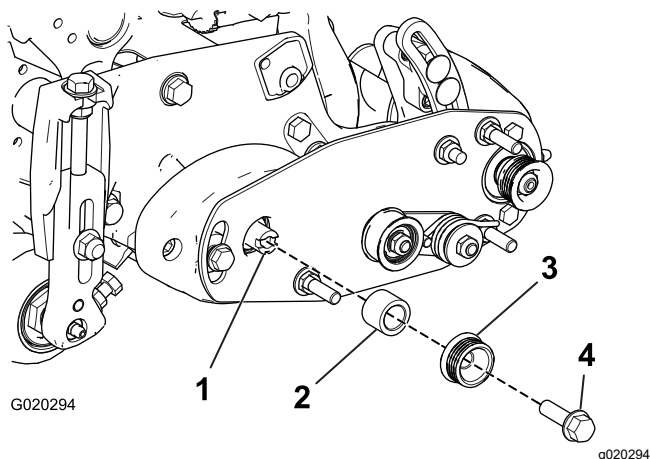

Figura 12
1. Instale el espaciador sobre el eje del alojamiento del cojinete (Figura 12).
2. Instale la polea motriz en el espaciador y sobre el árbol de transmisión (Figura 12).
3. Sujete la polea y el espaciador al árbol de transmisión con un perno con arandela prensada ($\frac{3}{8}$ " x $1\frac{1}{4}$ "); consulte Figura 12. **Apriete el perno a entre 47 y 54 N·m.**